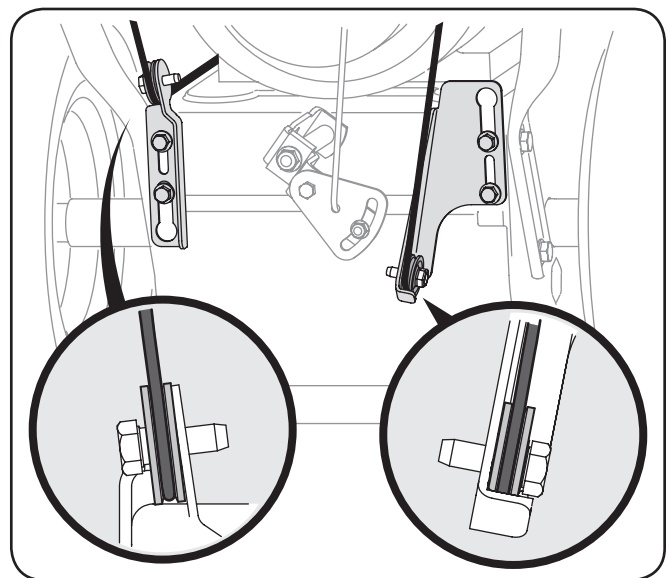

Figura 3-2
**NOTA:** Asegúrese de que los extremos superiores de cada cable están correctamente asentados en su soporte. Vea la Figura 3-2.